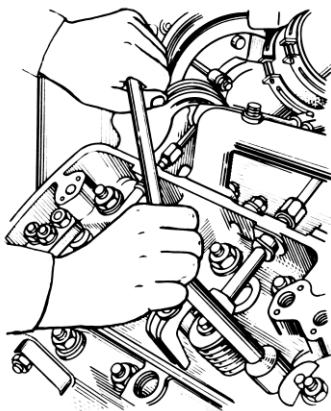

Рисунок 74 – Отвертывание гаек крепления головки цилиндров
- 6 Отвернуть гайки шпилек крепления головки цилиндров (рис. 74), соблюдая последовательность, обратную затяжке (рис. 48) не менее чем за три приема: